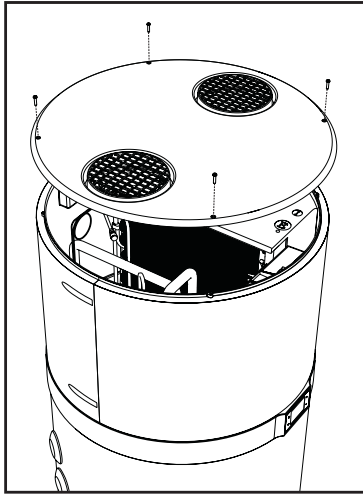

fig. 74- Entfernen der oberen Abdeckung
- Entfernen Sie die obere Abdeckung, indem Sie zuerst die Sicherungsschrauben lösen (fig. 74).